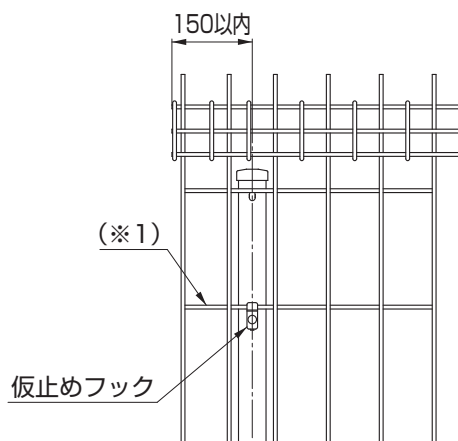

図2-1
- ①支柱を基本ピッチ2000mm以内の間隔で立ててください。端部、コーナー部端部は（図2-1）（図1-3）を参照してください。
- ②支柱の仮止めフックにフェンス本体を引っ掛けてください。
- 仮止めフックには、上から2本目の横線材（※1）を引っ掛けてください。（図2-1参照）